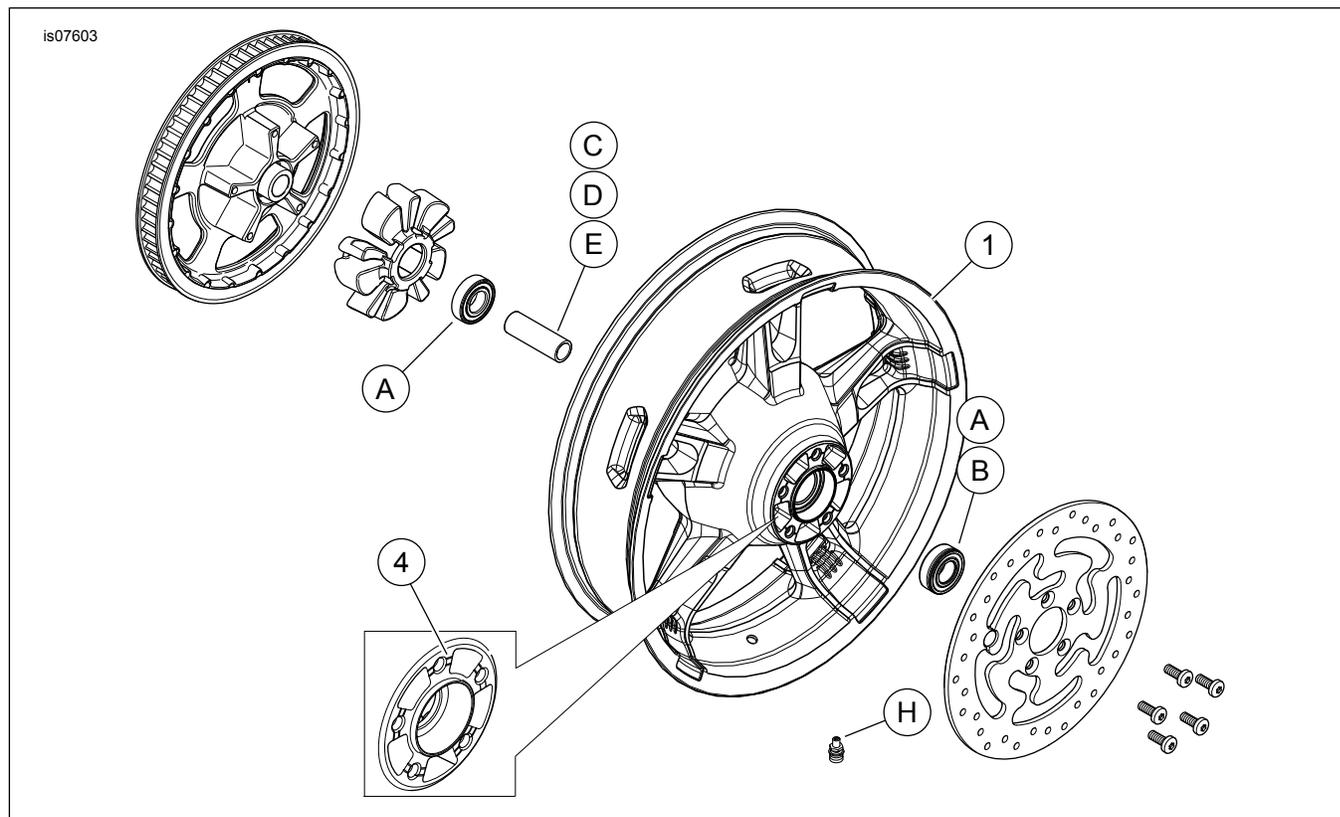

Figura 1. Piezas de servicio: Ruedas traseras Enforcer
Estos kits incluyen solamente la rueda personalizada. Vea Figura 1 y Tabla 2.
2. Vea Figura 1. Instale el conjunto del vástago de la válvula (H) en la rueda. Vea NEUMÁTICOS en el Manual de servicio.